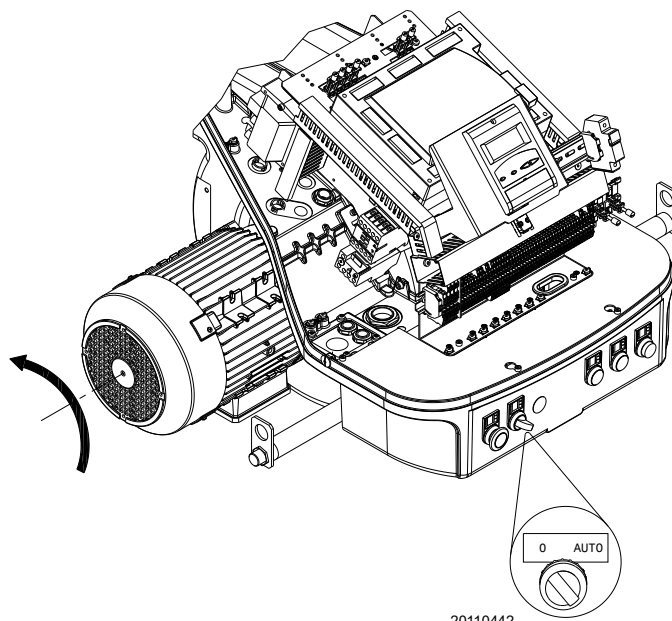

Fig. 27
Chiudere i termostati/presostati e mettere l'interruttore di Fig. 27 in posizione "AUTO".
Se segnalano tensione, fermare **immediatamente** il bruciatore e controllare i collegamenti elettrici. Quando il bruciatore si avvia, verificare la direzione della rotazione del motore, come indicato in Fig. 27.
- mettere l'interruttore di Fig. 27 in posizione "0" ed attendere che il controllo fiamma esegua la fase di spegnimento;
- agendo sull'interruttore "0-AUTO" di Fig. 27 a pag. 30;